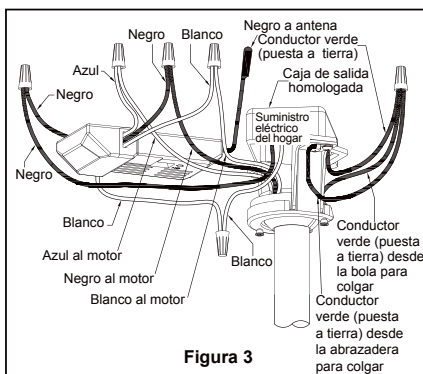

Figura 3
2. Conecte los conductores verdes de la abrazadera para colgar y la varilla al conductor desnudo (a tierra) con el conector de cables. Conecte el conductor negro de la unidad receptora marcado "AC IN L" al conductor negro de alimentación con el conector de cables. Conecte el conductor blanco de la unidad receptora marcado "TO MOTOR N" al conductor blanco de alimentación con el conector de cables. Conecte el conductor negro de la unidad receptora marcado "TO MOTOR L" al conductor negro del ventilador con el conector de cables que se adjunta con la unidad receptora. Finalmente, conecte el conductor azul de la unidad receptora al conductor azul de la iluminación del ventilador con el conector de cables que se adjunta con la unidad receptora. (Figura 3)